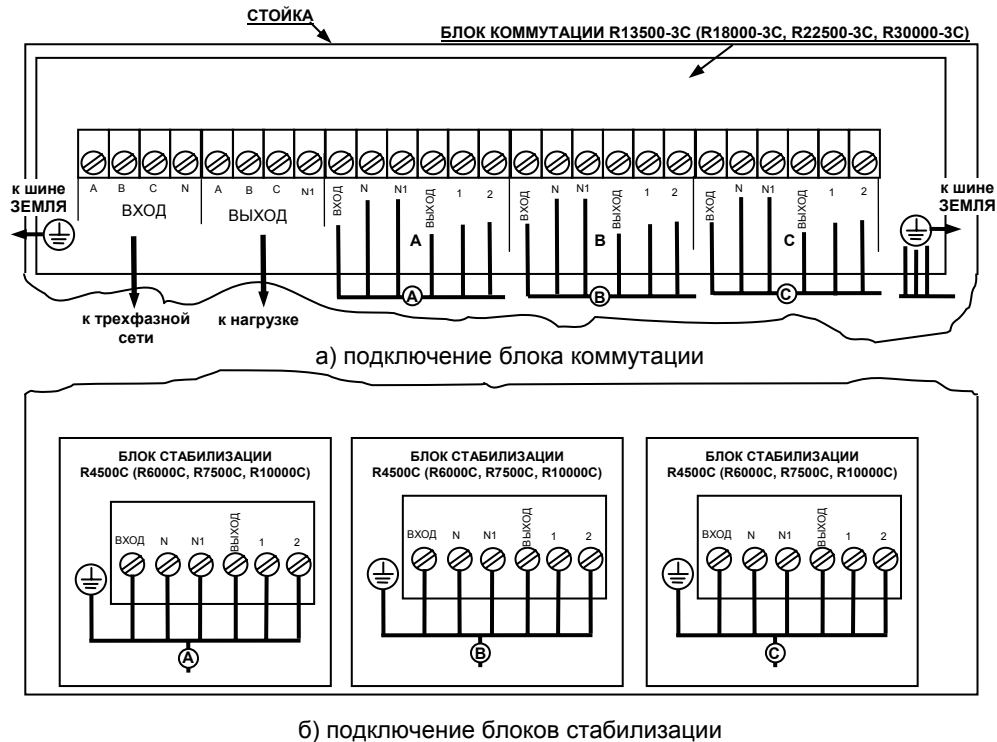

Рисунок 6.1 Схема подключения стабилизатора R13500-3C (R18000-3C, R22500-3C, R30000-3C)
6.4.3 Подключите нагрузку, соединив выводы соответствующего кабеля с выводами «ABCN1 ВЫХОД» блока коммутации (см. рисунок 6.1 а);
6.4.4 Подключить блок коммутации к сети, соединив выводы соответствующего кабеля с выводами «ABCN ВХОД» (см. рисунок 6.1 а).
6.4.5 Подключите выводы кабелей на задней стенке стойки к одноименным контактам выводов ВХОД, N, N1, ВЫХОД, 1, 2 и контакту ⊕ блока коммутации (см. рисунок 6.1 а).
6.4.6 Подключите блоки стабилизации, (предварительно сняв крышки, закрывающие выводы ВХОД, N, N1, ВЫХОД, «1», «2») соединив выводы кабеля, выходящего со стороны лицевой панели стойки, с выводами ВХОД, N, N1, ВЫХОД, «1», «2» и контактом \oplus соответствующего блока стабилизации (см. рисунок 6.1 б);